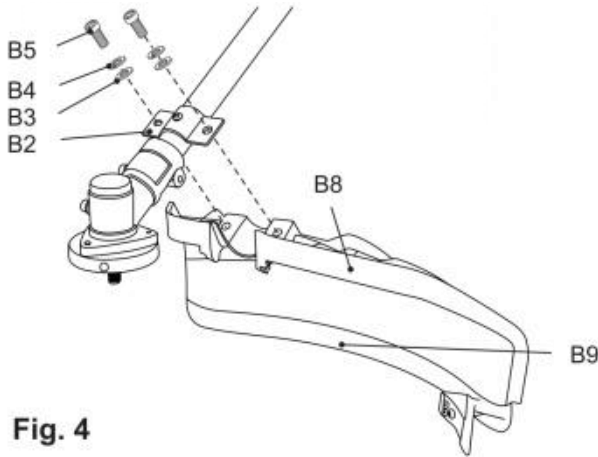

Fig. 4
6) Zet de verbinding vast met bouten (B5) , veerringen rs((B4)) en ringen (B3)) met behulp van gereedschap (E4) .(Fig.4).